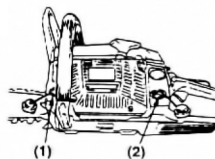

Рис. 5
1. Заправить топливный и масляный баки и плотно закрыть крышки (Рис. 5)